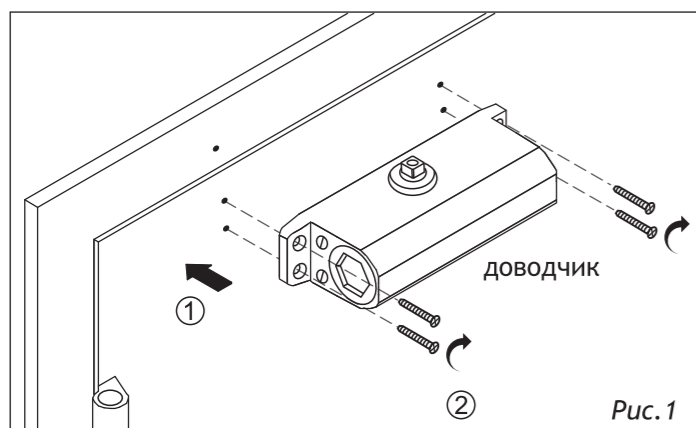

Рис.1
2. Наметьте и просверлите крепежные отверстия для доводчика и скользящей направляющей. Закрепите доводчик (рис. 1);